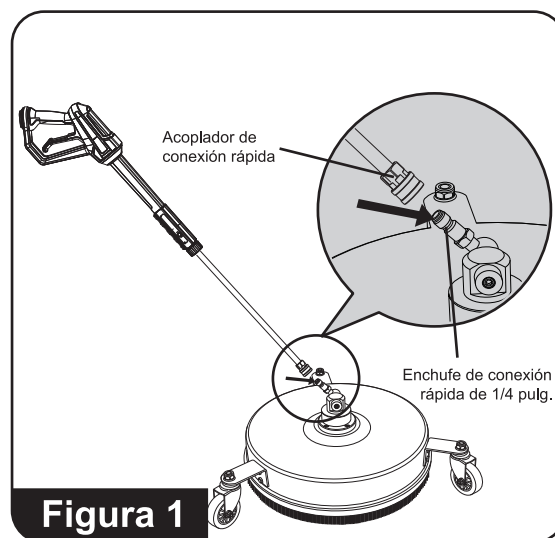

Figura 1
Consulte la figura 1.
2. Fije el enchufe de conexión rápida de 1/4 pulg. del limpiador de superficies al extremo de la vara del equipo de lavado con agua a presión (consulte la Figura 1).